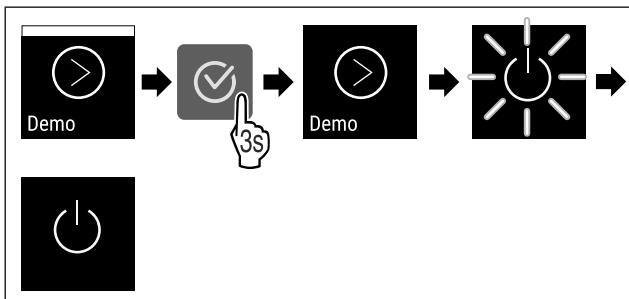

Fig. 101
- ▶ Eeguire i passi (vedere Fig. 101) .